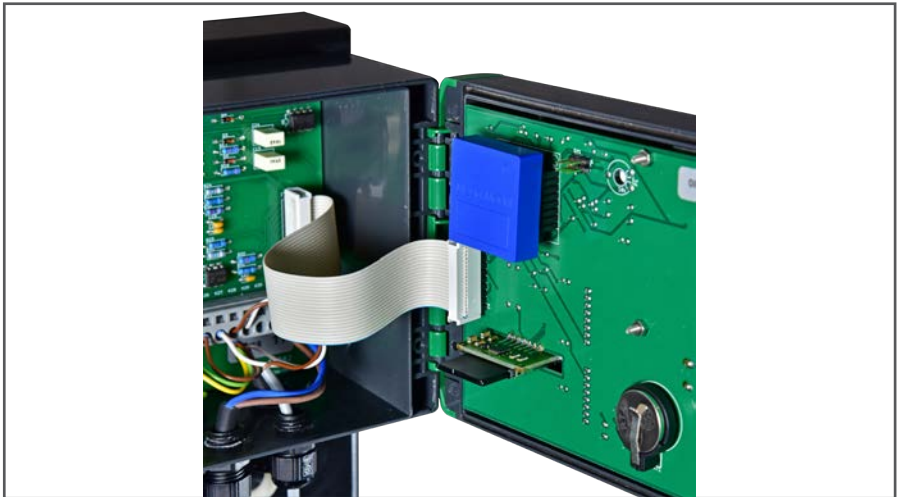

Bild 3-4: Steckplatz SD-Karte
- C Frontblende (aufklappbar) mit Steckplatz SD-Karte (siehe Bild 3-4)